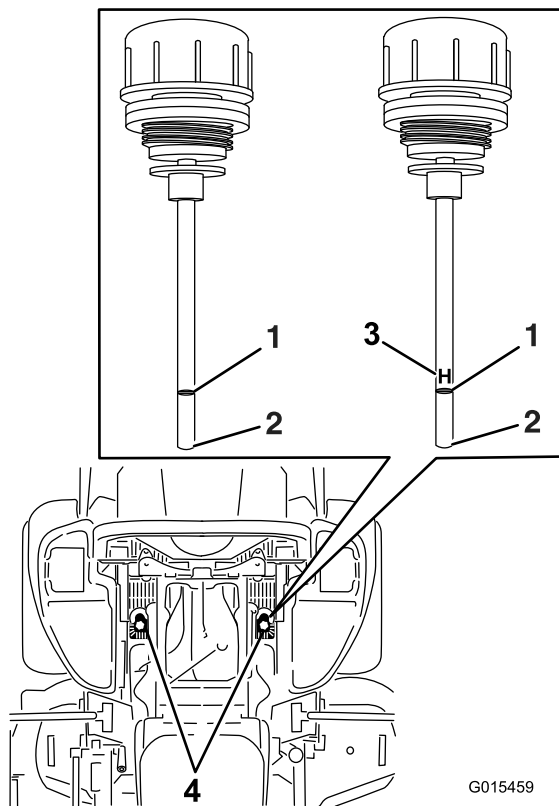

Figure 82
6. Nettoyez la surface autour des jauges des réservoirs du système hydraulique (Figure 82).
7. Sortez la jauge du réservoir hydraulique (Figure 82).
9. Ressorrez la jauge et examinez l'extrémité (Figure 82). Si le niveau d'huile est au repère minimum, versez lentement la quantité d'huile qui convient dans le réservoir hydraulique pour faire monter le niveau jusqu'au repère maximum(H).